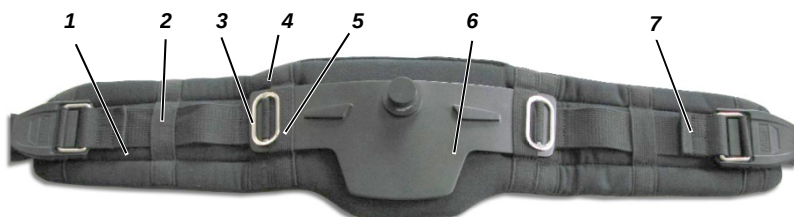

Bild 40 Midjebälte med vridplatta
Med dessa varianter kan en vridplatta för midjebältet monteras. Midjebältet är monterat direkt på vridplattan enligt Bild 40.
- (1) Trä metallspännena och bältet enligt anvisningarna i Bild 40 genom de **yttre** ringarna i bältets vaddering.
- (2) Trä in vridplattan i bältesvadderingens **inre** ringar.
- (3) Montera metallspännena på vridplattan enligt anvisningarna.